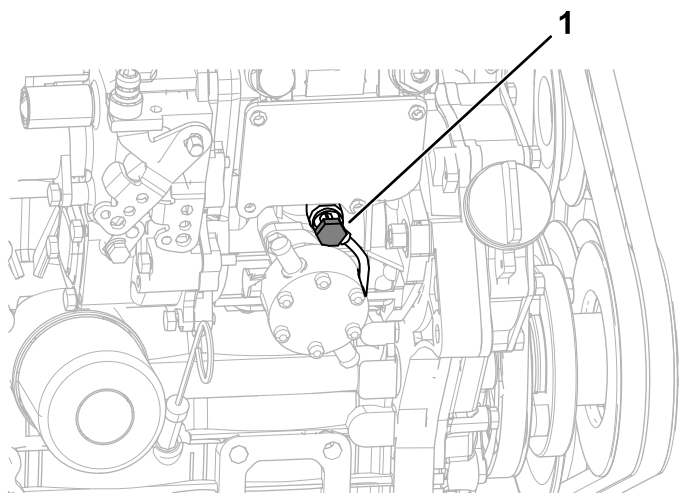

Figura 65
6. Aprite la vite di spurgo dell'aria, situata sulla pompa di iniezione del carburante (Figura 65).
8. Serrate la vite di spurgo dell'aria (Figura 65).